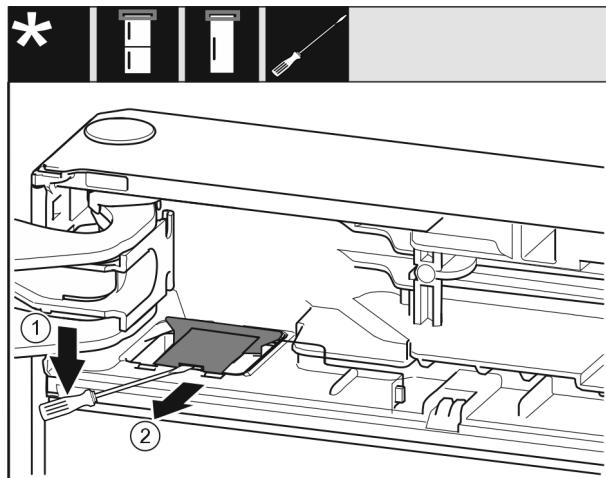

Fig. 7
- С плоска отвертка освободете и повдигнете капака. *Fig. 7 (1)*
- Извадете капака. *Fig. 7 (2)*